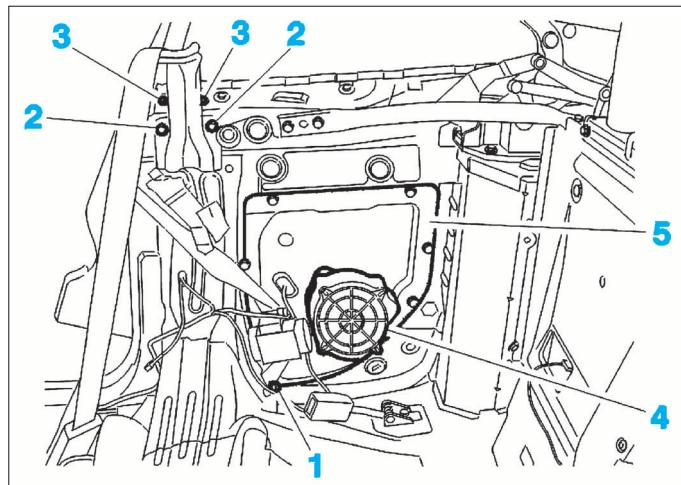
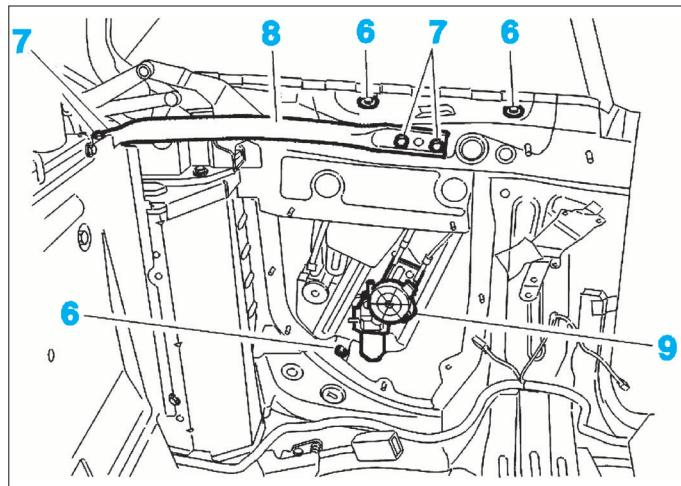
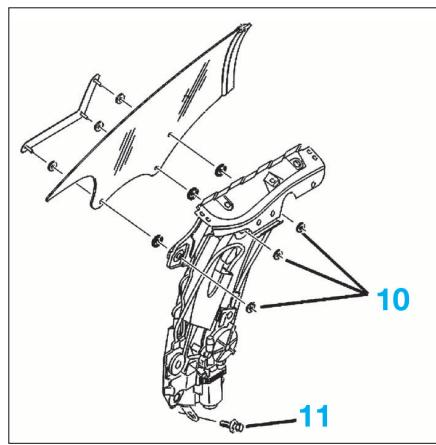

FIG. 56
FIG. 57
FIG. 58
- la vis de fixation (1) de la ceinture de sécurité avant (Fig.56)
- les vis de fixation (2) de la partie avant du guide de sangle de ceinture de sécurité
- les vis de fixation (3) de la partie arrière du guide de sangle de ceinture de sécurité
- le haut-parleur de custode (4)
- panneau d'étanchéité (5)
- les fixations (6) de l'ensemble moteur lève-vitre (Fig.57)
- les vis de fixations en (7) du renfort (8)
- le renfort (8).
- Dégager et déposer l'ensemble lève-vitres (9).
- Déposer les vis de fixation (10) du mécanisme de lève-vitre (Fig. 58).
- Régler la position vers l'avant, l'arrière, le haut ou le bas en agissant sur les vis (10) (Fig.58).
- Agir sur la vis (11) pour la régler vers l'intérieur ou l'extérieur (Fig.58).